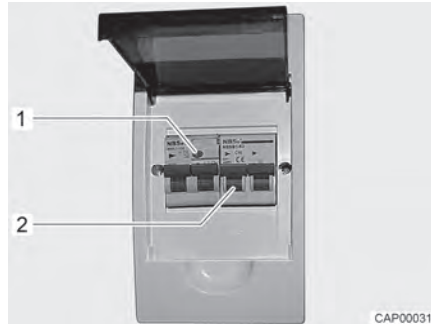

Fig. 90 Caja de fusibles de 230 V con interruptor de protección de línea e interruptor FI
Un interruptor de corriente de defecto (interruptor FI) en la caja de fusibles asegura el vehículo completo contra corriente de defecto (0,03 A). Un interruptor de protección de línea conectado en serie (10 A) (Fig. 90,2) asegura la red de a bordo de 230 V.
- Si el vehículo está conectado a la alimentación de 230 V, pulsar la tecla de prueba (Fig. 90,1). Se debe activar el interruptor de corriente de defecto.